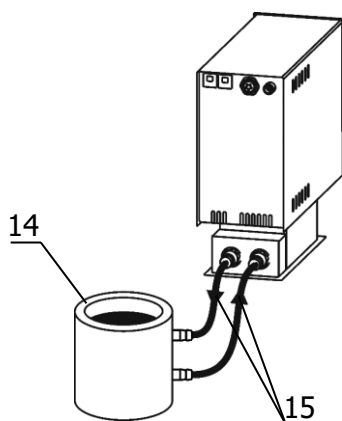

Рисунок 4 — Подключение внешнего потребителя
2.2.6 Для подключения к термостату внешнего потребителя закрытого типа 14 (рисунок 4) использовать соединительные трубопроводы 15.